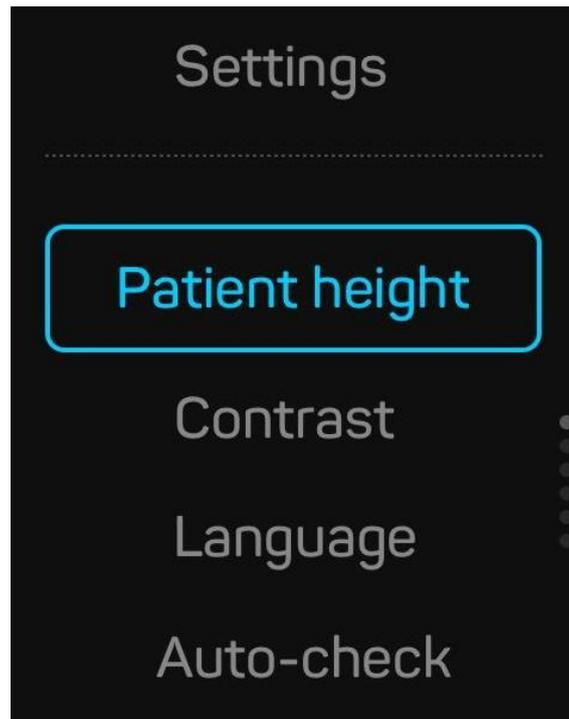

Figure 9 - Menu des paramètres
- Vous arrivez dans le menu Paramètres (voir Figure 9).